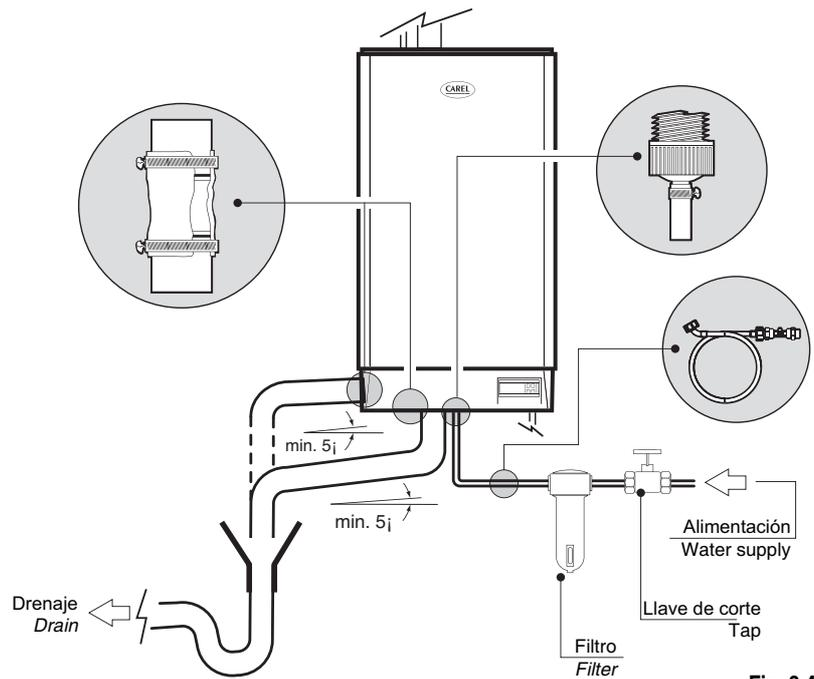

Fig. 3.4.1
La tubería de drenaje debe ser fijada al humidificador (ver fig. 3.4.1), con una manguera de conexión y dos abrazaderas metálicas, no suministradas.
**AVISO IMPORTANTE:** realice la conexión de la tubería de drenaje, como se muestra en la Fig. 3.4.1. La tubería debajo del humidificador debe estar libre, sin contrapresión y con una interrupción de continuidad.
**IMPORTANT WARNING:** make the connection of the drain pipe as shown in Fig. 3.4.1. The pipe below the humidifier must be free, without counterpressure, featuring a cutoff. We recommend to install an external anti-flooding device (not supplied) to protect from faults of external hydraulic circuits.
The drain pipe must be fastened to the humidifier (see Fig. 3.4.1) using a connecting sleeve and two metal pipe clamps, not supplied.